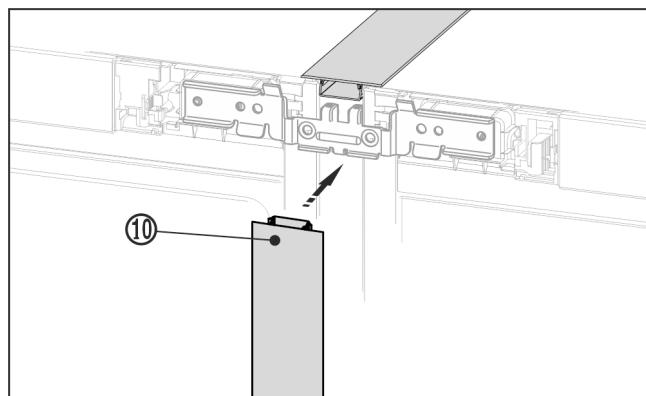

Fig. 22 *
- En la parte delantera, presione el listón embellecedor Fig. 22 (10) largo para introducirlo en la ranura vertical. Preste atención a que el listón embellecedor quede sobre la chapa de unión.*